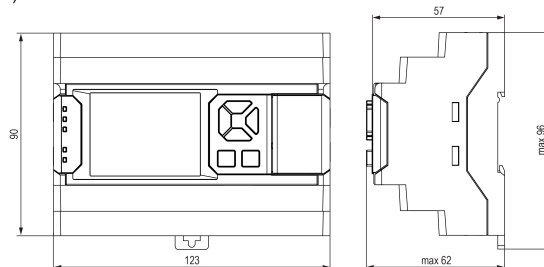

Рисунок 1 – Габаритные размеры прибора
1. Подготовить на DIN-рейке место для установки в соответствии с размерами прибора (см. *рисунок 1*).